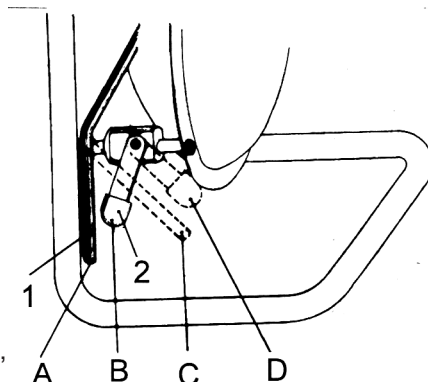

Figura 10 - Modelul de pompă cu umplere
4. Pentru a porni pompa, folosiți mânerul descris în Figura 10 poziția 2
Pentru a porni pompa, folosiți mânerul din Figura 10 poziția 2:
Modelul complet cu pompă auxiliară și pompă de umplere (cod PSRA) vă permite să folosiți pompa pentru umplere sau pentru pulverizare. Vă rugăm să consultați cele două capitole de mai sus pentru umplere și pulverizare având în vedere că puteți alege între mânerul din Figura 10 poziția 1 după cum urmează: